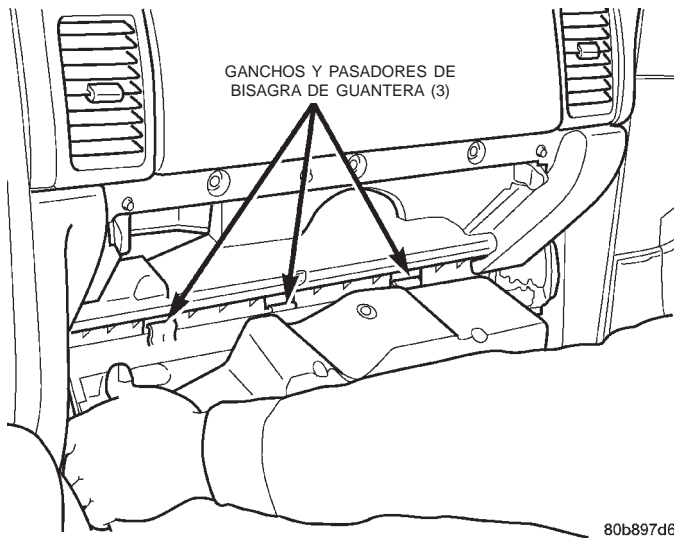

Fig. 21 Desmontaje e instalación de la guantera
(3) Tome con firmeza los dos extremos de la puerta de la guantera, después retuerza y tire de la puerta hacia adentro, según sea necesario, para desenganchar el gancho de bisagra del pasador de bisagra en el tablero de instrumentos y vuelva a orientar el gancho en la parte de abajo del pasador de bisagra (Fig. 21).
(4) Levante la puerta de la guantera hasta que quede perpendicular al tablero de instrumentos.
(5) Doble levemente la puerta hacia la izquierda y con un zangoloteo desenganche los dos ganchos restantes de bisagra de sus respectivos pasadores en el tablero de instrumentos.
(6) Retire la guantera del tablero de instrumentos.